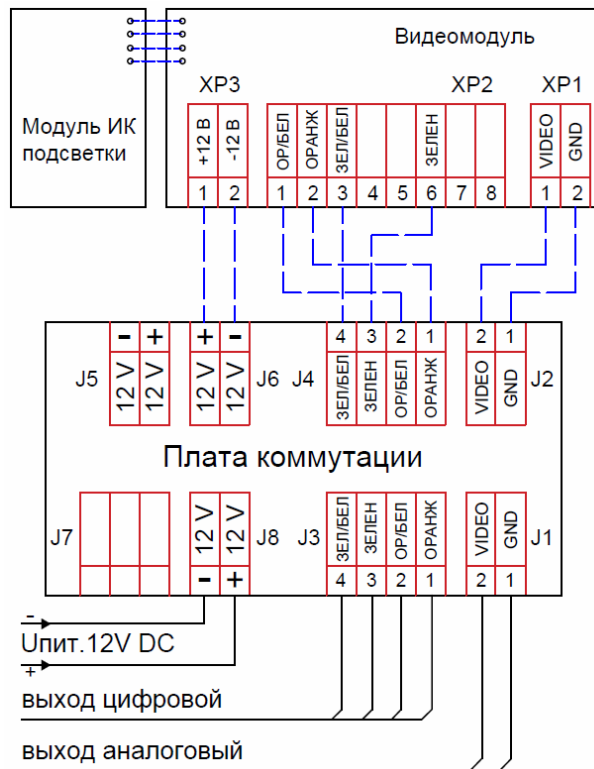
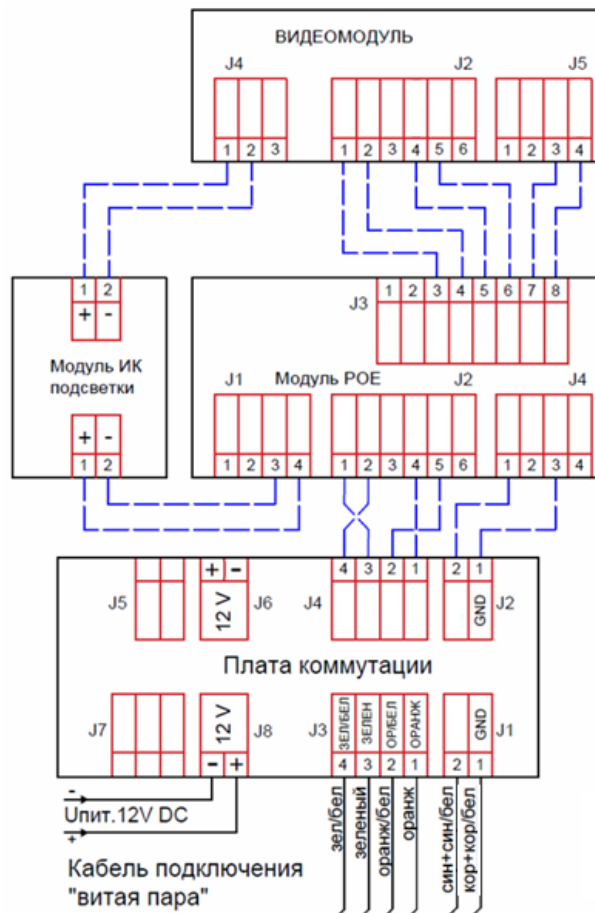
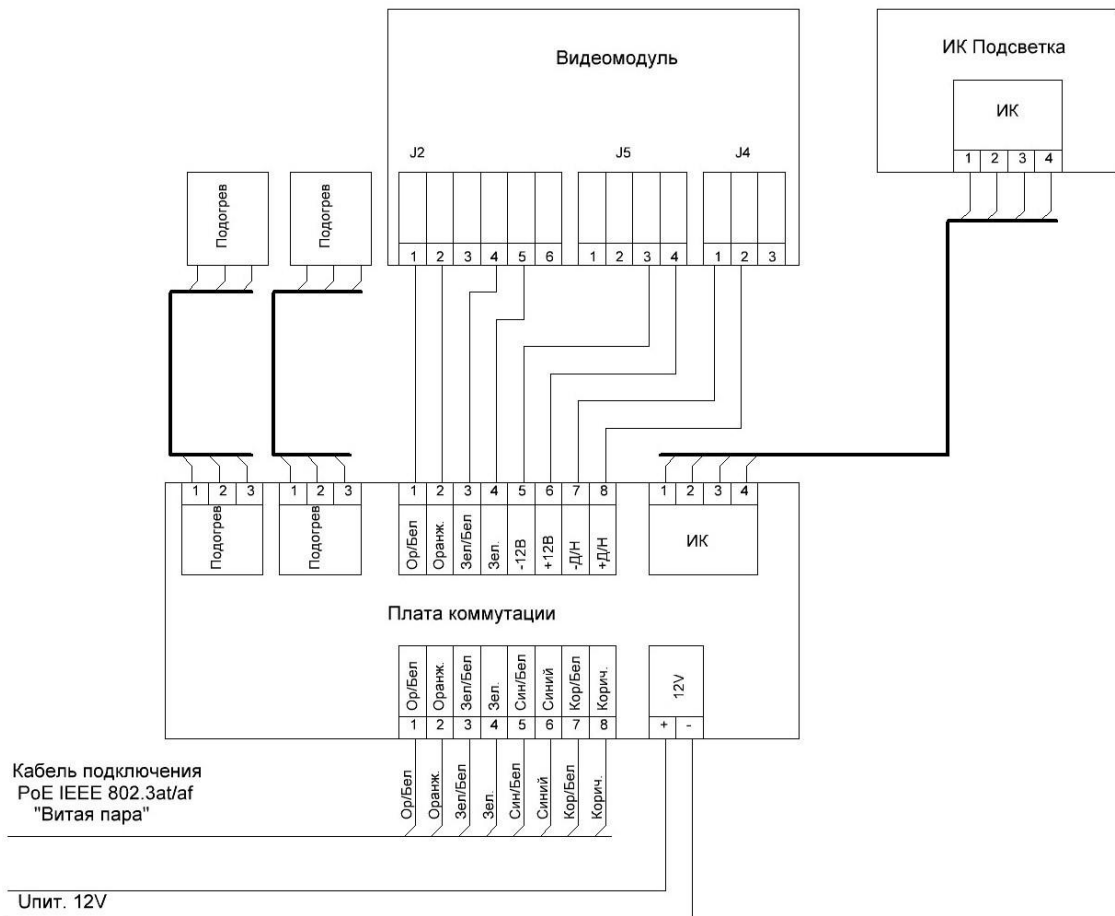

Рисунок 4.3 – Схема подключения камеры с питанием 12 В
Рисунок 4.4 – Схема подключения камеры с питанием по PoE или 12 В (без подогрева)
Рисунок 4.5 – Схема подключения камеры с питанием по PoE
4. Через кабельные вводы заведите питающий и сигнальный кабели, подключите к плате коммутации, согласно схеме подключений (Рисунок 4.3, Рисунок 4.4, Рисунок 4.5). По умолчанию видеокамера подключается с питанием по PoE на разъемы J1 и J3 «Платы коммутации». При необходимости подключения питания 12 В необходимо к клемме J6 «Платы коммутации» подключить подписанные заизолированные провода (красный – «+» и черный – «-»), идущие от платы «Модуль PoE».
7. Установите термокожух на кронштейн (6) и зафиксируйте при помощи болта.